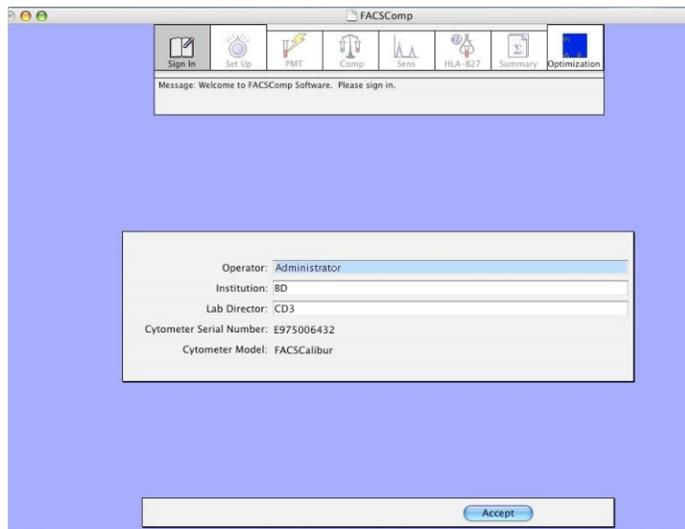

Figura 1: Tela **Sign In** do Software BD FACSComp™.
- b. Adicionar o nome ou iniciais do operador na tela **Sign In (Figura 1)**.